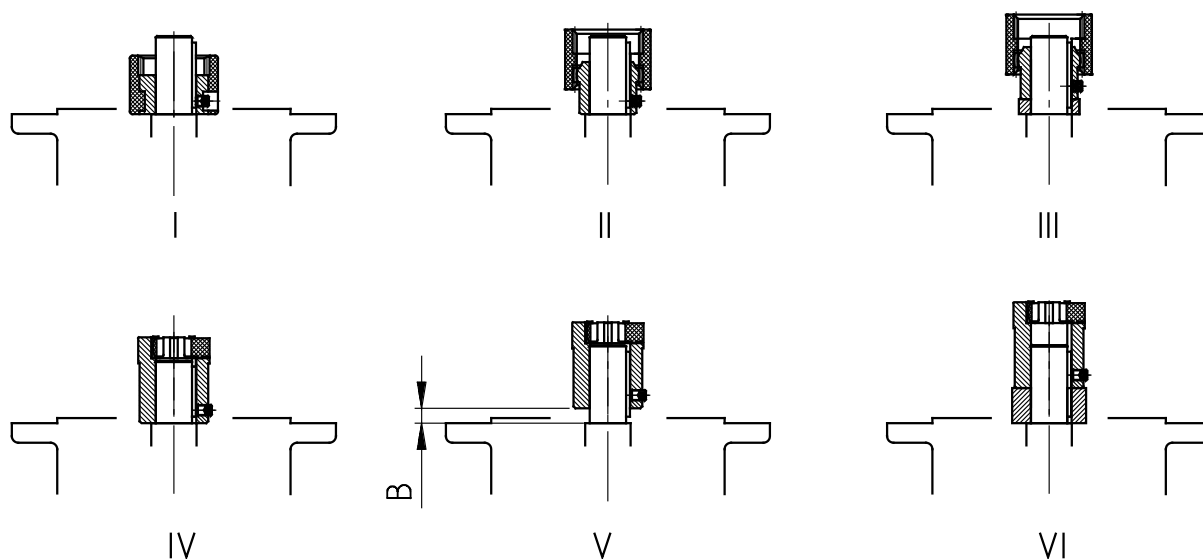

Figura 17: Montagem do acoplamento sobre o eixo do motor para diversas formas construtivas de acoplamento
3. Insira o cubo do acoplamento sobre o eixo do motor até a face de encosto, de acordo com as informações do fabricante do motor. Eventualmente deverão ser colocadas as buchas distanciadoras fornecidas entre o cubo do acoplamento e o encosto, para os tamanhos de motor 90, 160, 180 e 225. Nos redutores com engrenagens helicoidais padrão deve ser observada a dimensão B entre o cubo do acoplamento e o encosto (veja "Figura 17"). Em alguns **adaptadores NEMA** a posição do acoplamento deverá ser ajustada de acordo com a informação na etiqueta vermelha.